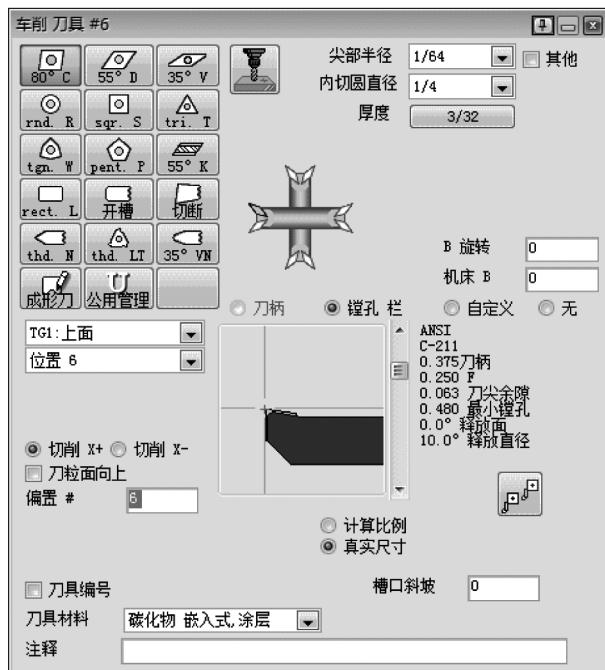

图 5-23 车削刀具#6
8) 创建车削刀具#6, 如图 5-23 所示。此刀具将对零件内径进行粗加工。